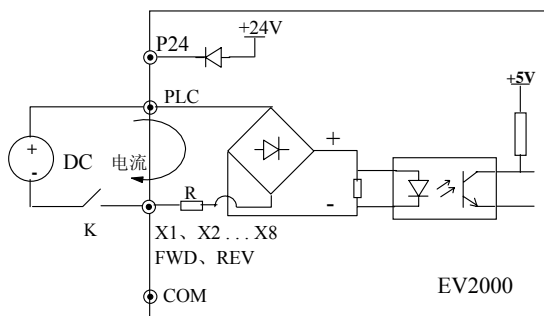

图3-23 使用外部电源的连线方式
EV2000多功能输入端子采用了全桥整流电路，如图3-23所示。PLC是X1~X8、FWD、REV的公共端子，流经
①使用变频器内部的24V电源，接线方式如图3-23。